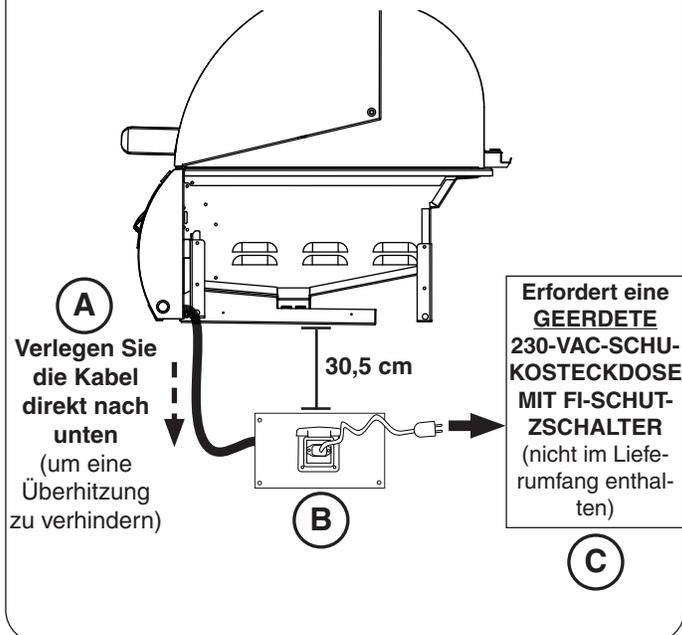

Abb. 25-1 Elektroinstallation
1. Verlegen Sie die Kabelverlängerung unter dem Bedienfeld und direkt nach unten. Dadurch wird eine Überhitzung verhindert. Verlegen Sie die Kabelverlängerung **NICHT** unter dem Grill. Siehe Abb. 25-1, A.
2. Installieren Sie die Stromversorgungsbox im Inneren des Gehäuses mit den für Ihr Gehäuse vorgesehenen Befestigungen. Sie MUSS mindestens 30,5 cm unter dem Boden des Geräts untergebracht werden. Siehe Abb. 25-1, B.
3. Schließen Sie das von der Stromversorgung kommende Kabel an eine **GEERDETE 230 VAC-Schukosteckdose** an (siehe Abb. 25-1, C). Die mit einem FI-Schutzschalter abgesicherte Steckdose muss eine **WETTERFESTE, FÜR DEN GEBRAUCH IM FREIEN ABGEDECKTE STECKDOSE** sein.